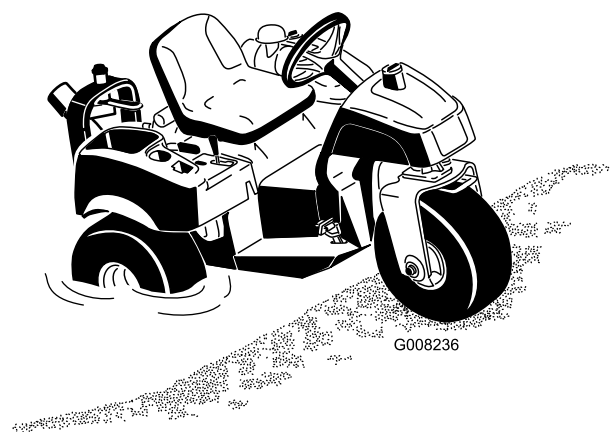

図 11
1. サンドプロを始動して、バックでゆっくりとバンカーの一番浅い部分に乗り入れる。サンドプロのホイールハブの高さ (図 11) より深いところには乗り入れないこと。